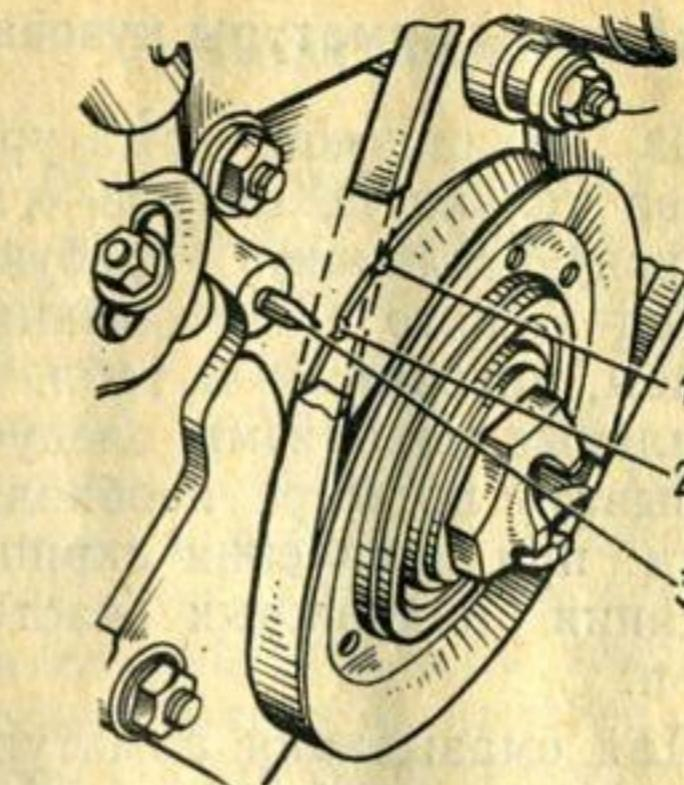

Рис. 43. Установочные метки на ободе ведущего шкива коленчатого вала:
2. Установите поршень *первого цилиндра*, считая от радиатора, в верхнюю мертвую точку (в.м.т.) такта сжатия (оба клапана закрыты), прокрутив пусковой рукояткой коленчатый вал двигателя так, чтобы метка 2 (рис. 43) на шкиве (вторая при отсчете по направлению вращения коленчатого вала) совместилась с острием штифта 3.